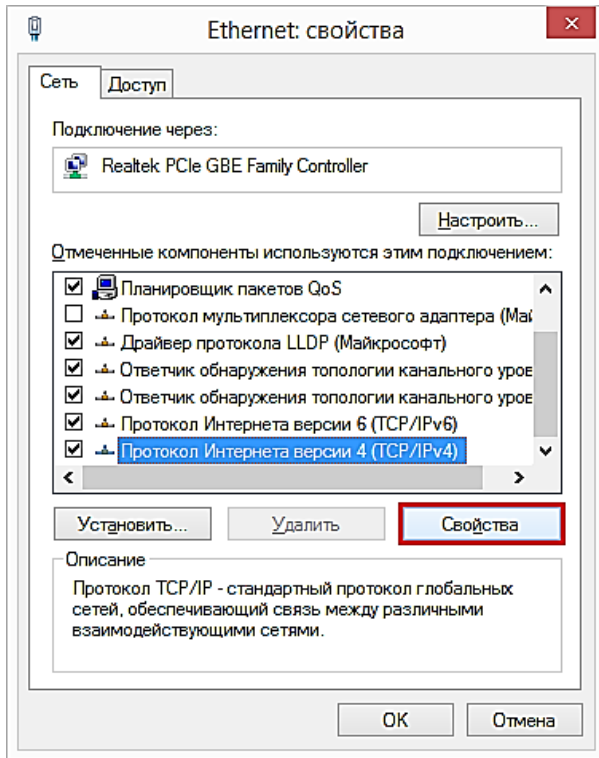

Рисунок 4 – Свойства подключения по локальной сети / Ethernet
4. В открывшемся окне (рисунок 4) в списке компонентов, используемых этим подключением, выбрать «Протокол Интернета версии 4 (TCP/IPv4)» и нажать «Свойства».